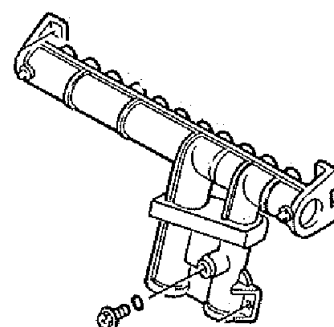

Fig. 2
4. Rimuovere la cornice del comando remoto facendo attenzione a non rovinarlo (Fig.2).
5. Collegate il micro manometro alla presa prelievo pressione sul collettore gas (Fig.2)
10. Controllate la pressione del gas sulla presa prelievo (Fig.2 pag. precedente).
13. Controllate la pressione del gas sulla presa prelievo (Fig.2 pag. precedente).